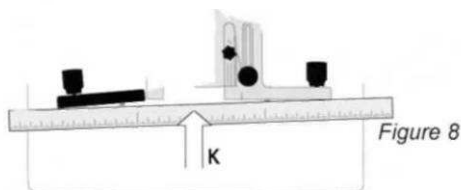
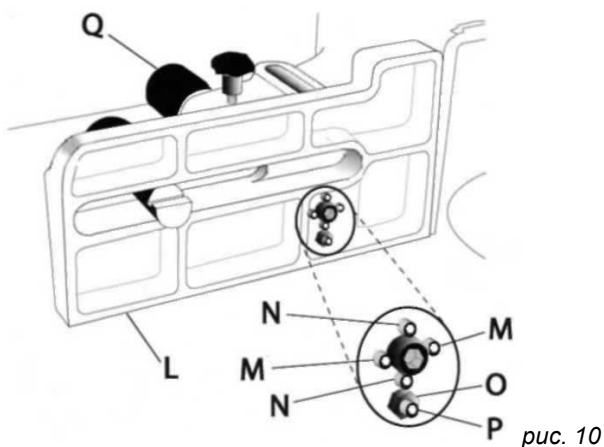

рис. 8
рис. 10
7. Прижимайте поверочную линейку (К, рис. 8). Убедитесь, что обе половины упора выровнены, как показано в иллюстрации 9. Это достигается, поочередным изменением выхода двух регулировочных винтов (М., рис. 10) из передней части упора (L, рис. 10) 3-миллиметровым шестигранным ключом, периодически, придвигая левую часть упора, вращая ручку (Q, рис. 10) как требуется.
**Важно:** рекомендуется, чтобы регулирование винтов (М., рис. 10) за один оборот вращения не превышали 1/16 дюйма
8. Поместите поверочный угольник на стол, придвинув к упору (L, рис. 10).
9. Если регулирование требуется, крутить *винты* N (рис. 10).
5. Используя 10-миллиметровый гаечный ключ, ослабьте *контргайку* (O, рис. 10), который обеспечивает *нулевое положение винта установки* (P, Рис., 10) *искривления* (L, рис. 10).
6. Поверните в одну или в другую сторону *винт* (P, рис. 10), как требуется, чтобы выровнять направляющие, как показано в чертеже M.
7. Закрутите *контргайку* (O, рис. 10).